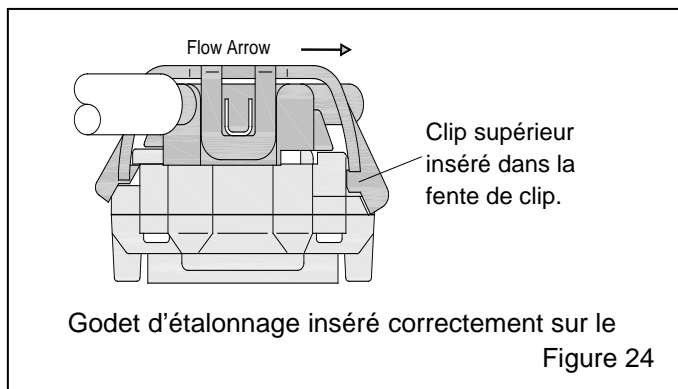

Figure 24
5.4.4 Appuyez délicatement sur l'autre extrémité du godet pour la pousser vers le contrôleur jusqu'à ce qu'elle se mette en place comme illustré sur la figure 24. Ne forcez pas. Si elle ne se met pas facilement en place, vérifiez que la flèche de débit du godet pointe vers le haut et vers la gauche du contrôleur comme illustré sur la figure 22.